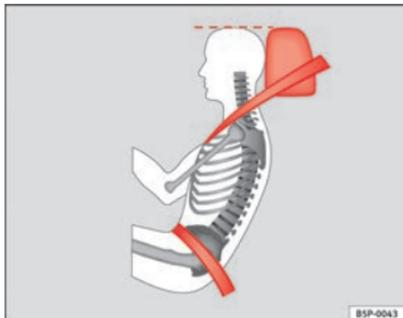

Fig. 14 Banda del cinturón y apoyacabezas ajustados correctamente, vistos lateralmente
- La banda abdominal del cinturón de seguridad deberá pasar por la región pélvica, pero nunca por encima del abdomen. El cinturón de seguridad debe quedar plano y bien ceñido a la pelvis → fig. 14. En caso necesario habrá que tirar un poco de la banda.